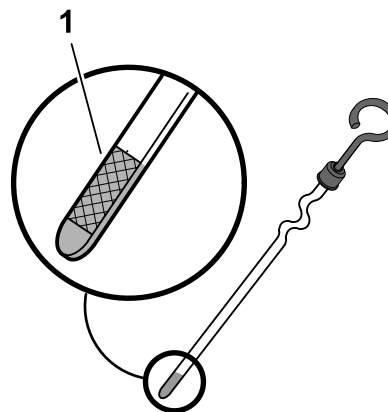

Рисунок 30
4. Вставьте щуп в масломерную трубку до упора (Рисунок 30).